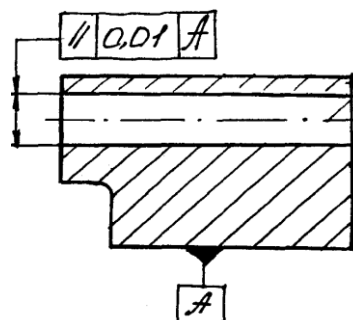

Рисунок 2
5. Техническое требование (рис. 2), указанное на чертеже обозначает допуск ...